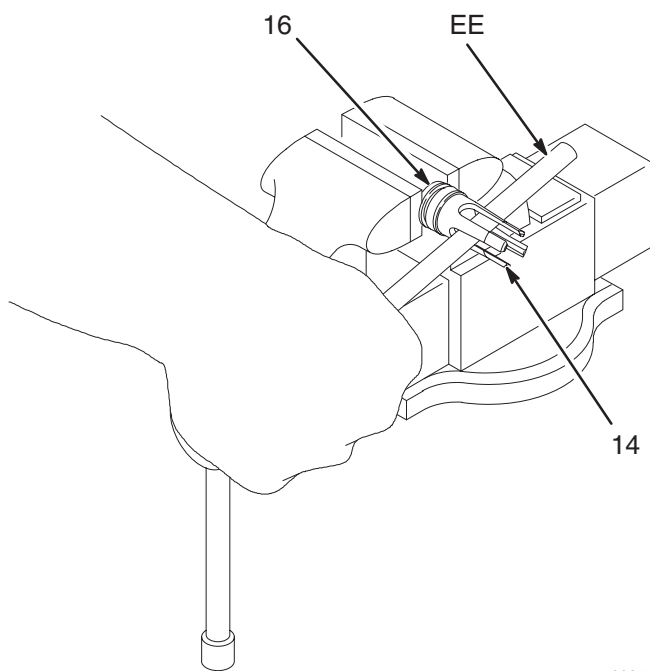

Fig. 6
13. Spänn fast de plana ytorna på kolvsätet (16) i ett skruvstycke. Skruva loss kolvstyrningen (14) från kolvsätet (16) med en 13 mm (1/2") mässingsstång (EE). Se Fig. 6. Ta bort kolvtätningen (15), montera alltid en ny. Inspektera tätningsytorna på kolven (13) och kolvsätet (16) och titta efter hack, repor och slitage.